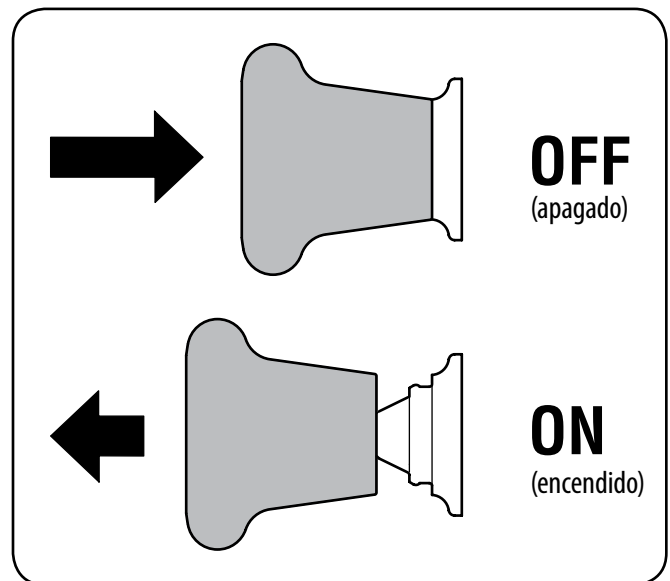

Figura 13
2. Empuje la palanca de la PTO hacia adelante a la posición de activación (ON). Vea la Figura 13.